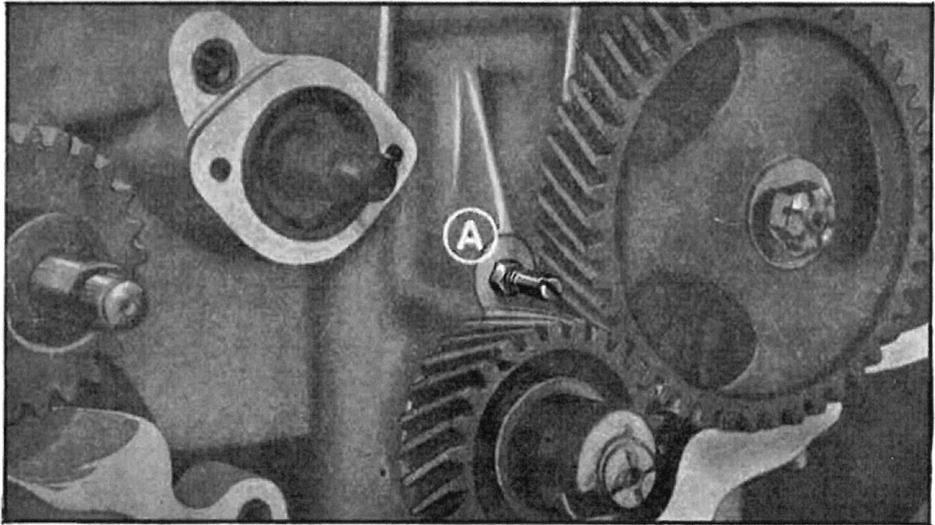

Fig. 69. — Pignon de l'arbre à cames retiré pour la vérification du gicleur d'arrosage (A) de la distribution.
- 12—Faire fonctionner, pendant quelques instants le moteur par ses propres moyens, en utilisant le démarreur pour sa mise en marche. Vérifier la projection d'huile du gicleur de graissage, vissé dans la paroi du carter au-dessus du pignon du vilebrequin (*fig. 69*).